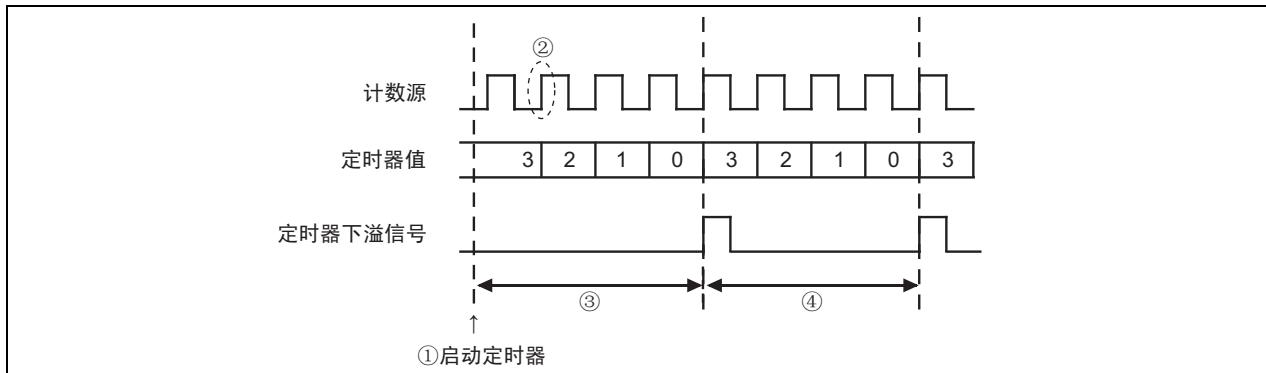

图 FB-7 定时器的计数开始时序和开始运行时的计数时间 (T1, T2)
定时器 1、定时器 2 在开始运行（图 FB-7①）后，从计数源下降后的上升沿（图 FB-7②）开始计数。
根据定时器和计数源的运行开始时序，开始计数后到最初下溢的时间（图 FB-7③）和以后下溢的时间（图 FB-7④）不同。